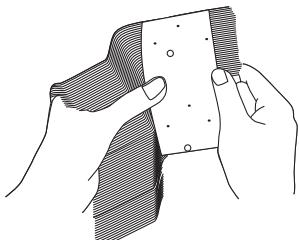

Рис. 6
- Плотно прижать фитиль к зубцам держателя фитиля, чтобы жестко прикрепить фитиль к держателю. Разгладить складки на фитиле (Рис. 6).